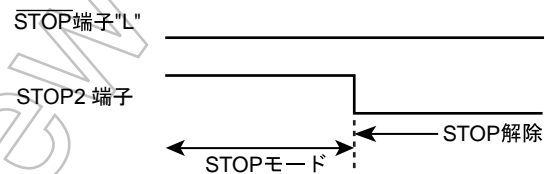

図 14-3 STOP 端子と STOP2 ~ STOP5 端子の優先順位
- 注 6) STOP2 ~ STOP5 入力によって STOP モードを解除する (“L” レベル) 場合は、STOP モード中 $\overline{\text{STOP}}$ 端子を必ず “L” レベルに固定してください。(図 14-3)